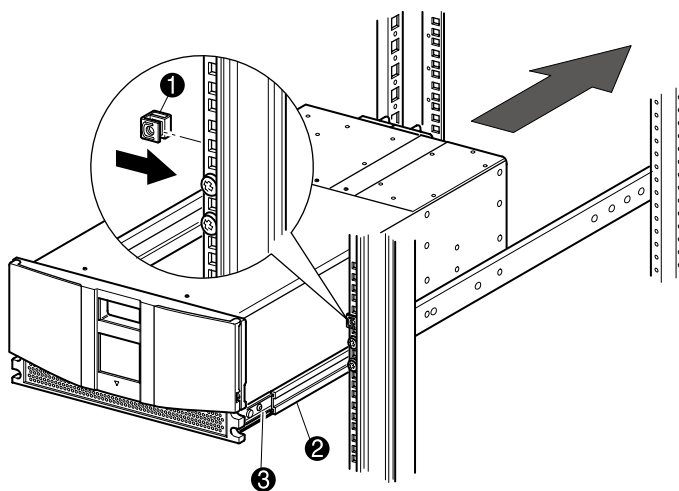

Figura 2-4. Installazione della libreria (modello MSL5026)
3. Inserire i due dadi di scorrimento ❶ su ciascuna guida verticale del cabinet, in modo tale che siano allineati alle due unità del rack situate al di sopra delle viti della staffa della guida (vedere la Figura 2-4).
5. Inserire delicatamente le guide di scorrimento interne ③ della libreria nelle guide di scorrimento intermedie ② estratte (vedere la Figura 2-4).